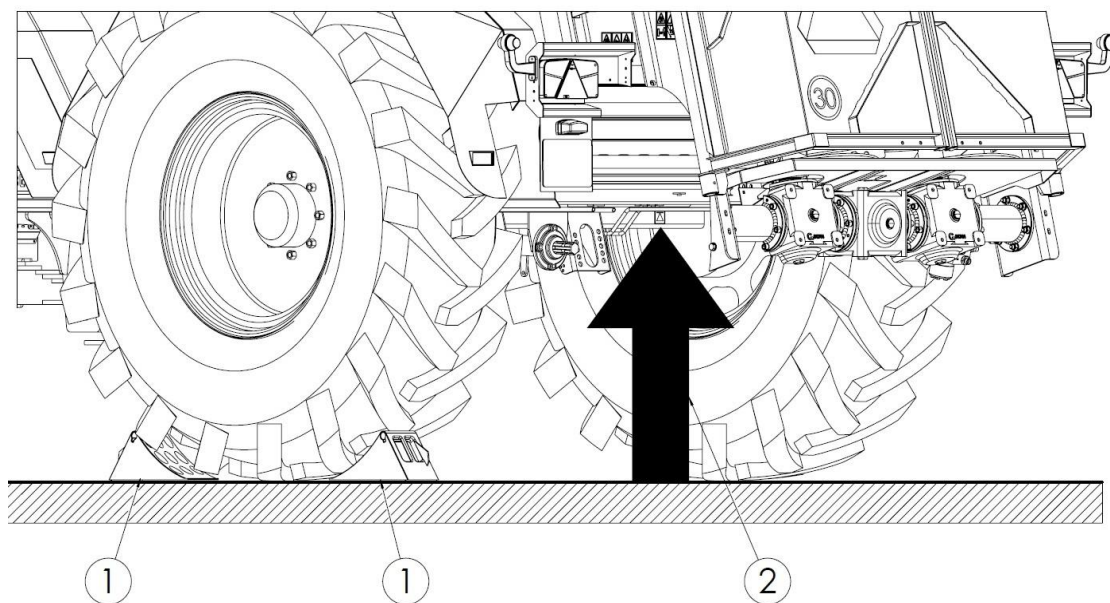

Рисунок 47. Точки установки домкратов: 1 - упоры, 2 - домкрат
Если необходимо демонтировать колесо, используйте точки установки домкрата (2) под ось. Место установки домкрата показано на рис. 47. Упоры (1) следует подкладывать только под одно колесо.